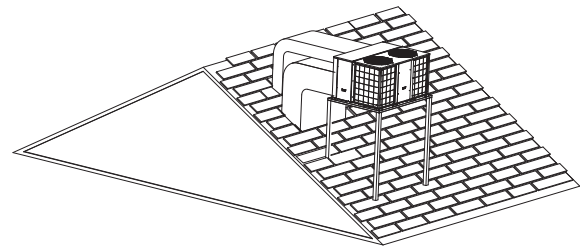

Fig. 12
- Aplicación típica en el techo con marco. (Ver Fig. 12)